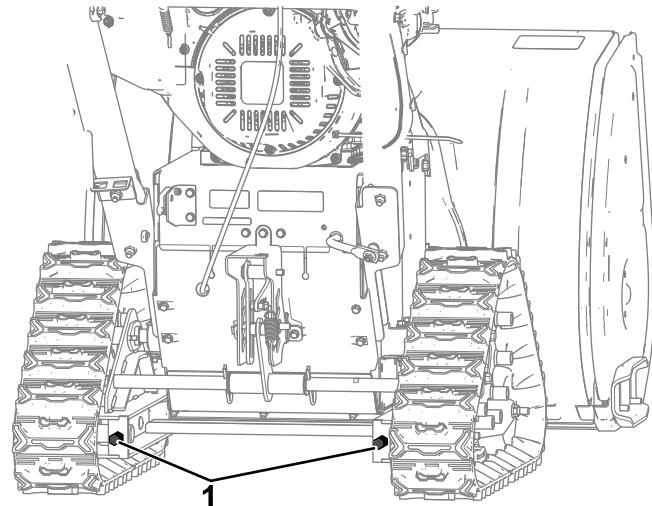

Рисунок 27
- Отрегулируйте болт с шестигранной головкой по мере необходимости (Рисунок 27).